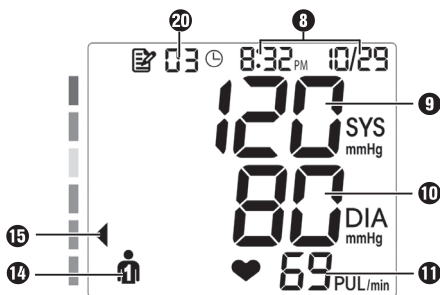

Fig. 1
- Når målingen er udført rigtigt, bliver manchetten **23** slap med det samme. De målte værdier vises i displayet **1** som vist på f.eks. fig. 1: